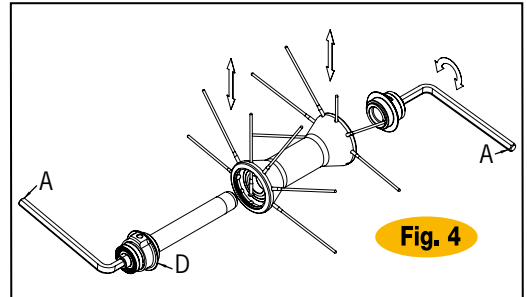

Fig. 4
- Introduzcan dos llaves Allen (A) en las tuercas de tope en los extremos de los bujes. Gírenlas en sentido antihorario.
- Extraigan el radio a sustituir e introduzcan el radio nuevo, (Fig.4).